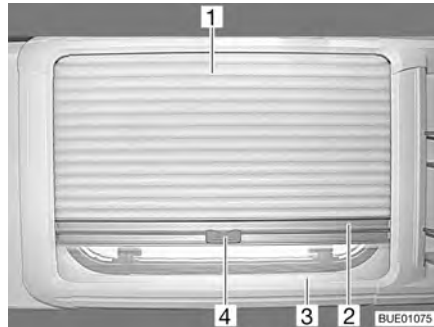

Fig. 59 Fenêtre projetante
- Saisir le dispositif occultant plissé (Fig. 59,1) par le centre de la barre (Fig. 59,2), le tirer du haut vers le bas et le relâcher à la hauteur voulue. Le dispositif occultant plissé reste alors à cette hauteur.
- Tirer la moustiquaire (Fig. 59,3) par la poignée (Fig. 59,4) vers le haut jusqu'à ce qu'elle entre en contact avec le dispositif occultant plissé (Fig. 59,1).
- Faire basculer la poignée (Fig. 59,4) de la moustiquaire.